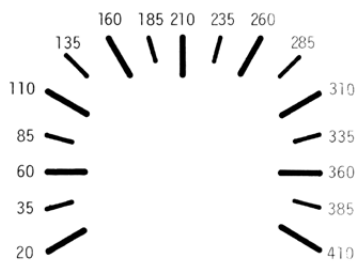

Fig. 10 Backrohrthermometer
- Die Backrohrtemperatur mit dem Backrohrthermometer kontrollieren. Die angezeigte Temperatur dient als Richtwert, das Thermometer ist träge gegenüber Temperaturschwankungen – Fig. 10.